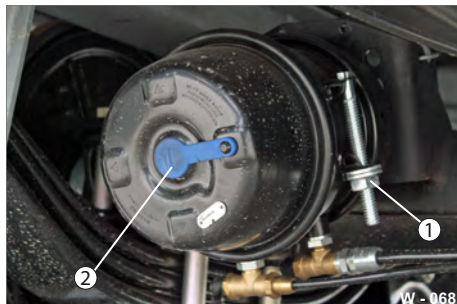

Abb. 66 Federspeicher-Membranzylinder
Die Löseschraube (Abb. 66/1) ist im Fahrzeugzustand des Anhängers in einer hierfür vorgesehenen Lagerung befestigt.
Die Verschlusskappe (Abb. 66/2) schließt die Bohrung am Deckel des Federspeicher-Membranzylinders.
- ▶ Befestigen Sie die Löseschraube am Membranzylinder in der hierfür vorgesehenen Lagerung (siehe Abb. 66).
- ▶ Verschließen Sie die Bohrung mit der Verschlusskappe (Abb. 66/2).